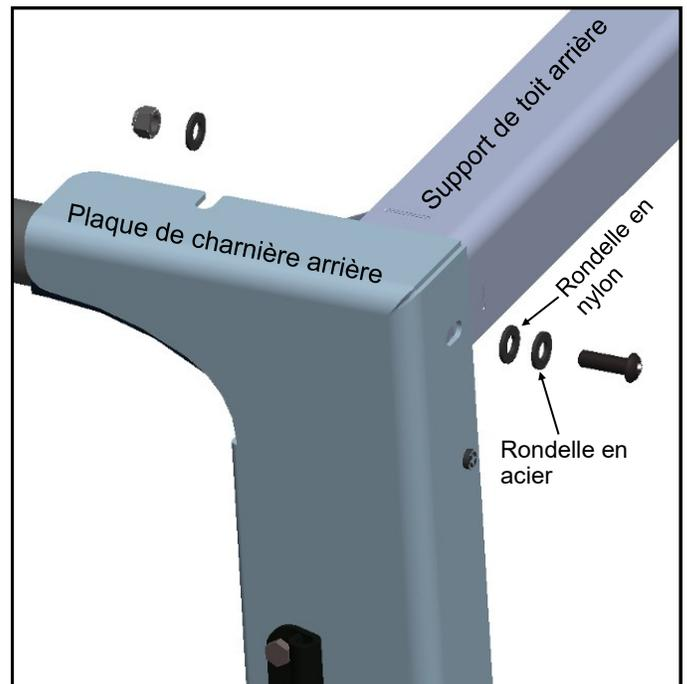
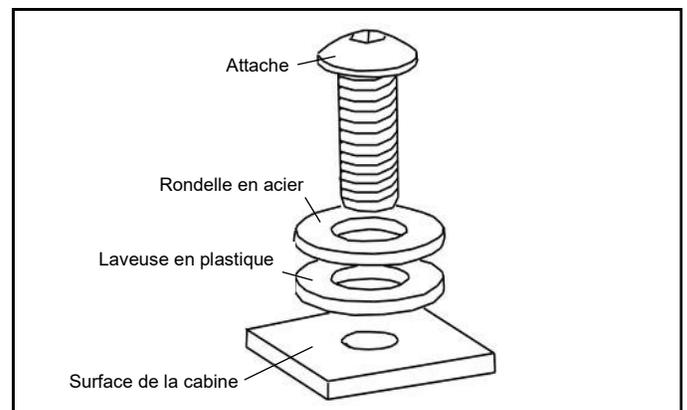

Fig. 6.1 (installer le boulon arrière supérieur)
Fig. 6.2 (commande de laveuse)
6. Selon la fig. 6.1, aligner la plaque de charnière arrière sur le dessus du support de toit arrière. Fixez le haut de la plaque de charnière arrière avec un boulon de 5/16-18 x 1 po, une rondelle en nylon de 5/16 po, deux rondelles en acier de 5/16 po et un écrou de 5/16 po. Installez dans l'ordre indiqué à la figure 6.2. Installez le boulon de sorte que la tête soit à l'arrière et l'écrou à l'intérieur. Ne pas serrer pour le moment.